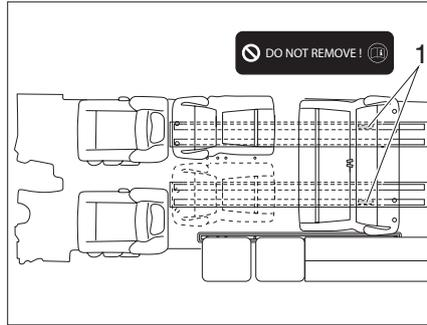

Fig. 5 Banquette convertible correctement installée
Pour limiter la course des sièges, une plaque de limitation (Fig. 5,1) est montée dans la glissière du rail.
- ▶ Utiliser la banquette uniquement dans la zone avant située devant la plaque de limitation (Fig. 5,1) de la glissière du rail. L'utilisation de la banquette dans la zone arrière est interdite.
- ▶ Ne pas retirer la plaque de limitation (Fig. 5,1) (Do not remove !).